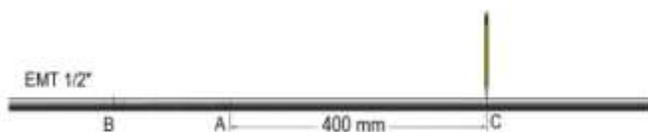

Figura 81. Marcación del tercer punto "C"
6. La tercera marca o punto "C" es la distancia que habrá entre las curvas, esta separación es el ancho del obstáculo o viga en este caso, la cual tiene un valor de 400 mm. En la figura 81 observamos la nueva marca sobre la tubería.